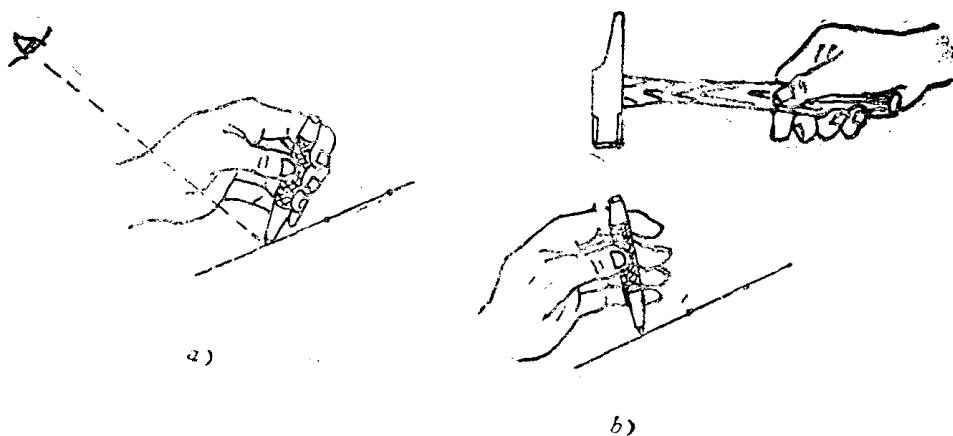

图 2-19 打样冲眼
(1) 在直线上打样冲眼时，人的身体应在以双目能顺线看的位置，手持样冲，让手掌下侧接触于工件上，样冲向前方倾斜约 30° ，使样冲尖对准线条，然后扶正样冲，用手锤敲击样冲顶端，由远而近打出冲眼（见图2-19）。